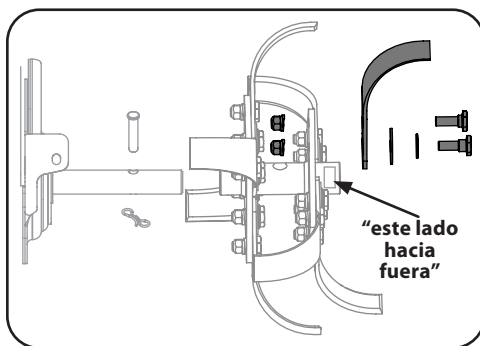

Figura 4-8
1. Saque las herramientas más altas: consiste en un tornillo con hombro en el lado afuera de la máquina, y una tuerca y arandela cerradura en el lado dentro de la máquina. Vea la Figura 4-8.
2. Saque las herramientas más bajas: Consiste de un tornillo con hombro, arandela Belleville y arandela plana en el lado afuera de la máquina, y una tuerca y arandela cerradura en el lado dentro de la máquina. Vea la Figura 4-8.